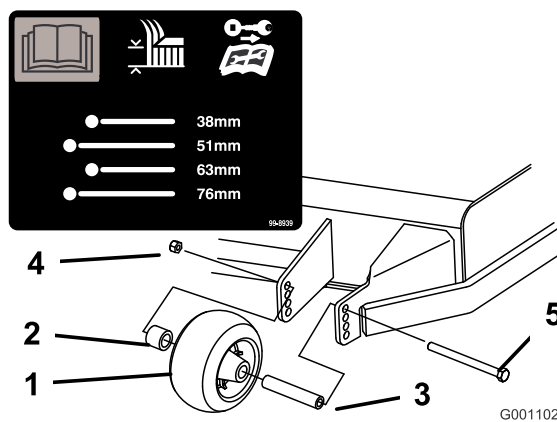
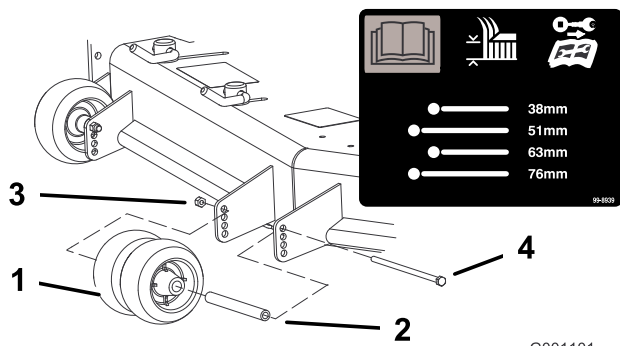
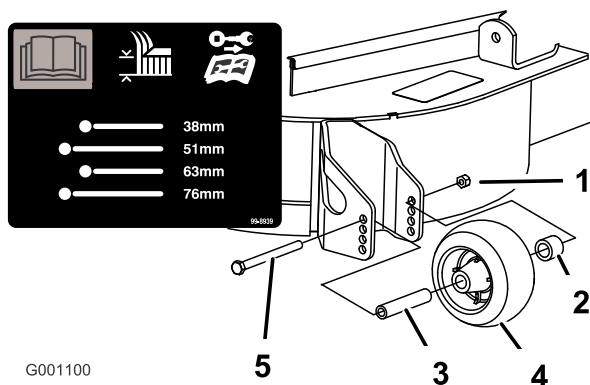

Figure 19
Figure 20
Figure 21
3. Après avoir réglé la hauteur de coupe, réglez les galets en retirant l'écrou à collerette, la bague, l'entretoise et le boulon (Figure 19, Figure 20 et Figure 21).
Remarque: Les deux galets centraux ne sont pas munis d'entretoise (Figure 20).
5. Posez l'écrou à embase, la bague, l'entretoise et le boulon. Serrez à 54-61 Nm (Figure 19, Figure 20 et Figure 21).